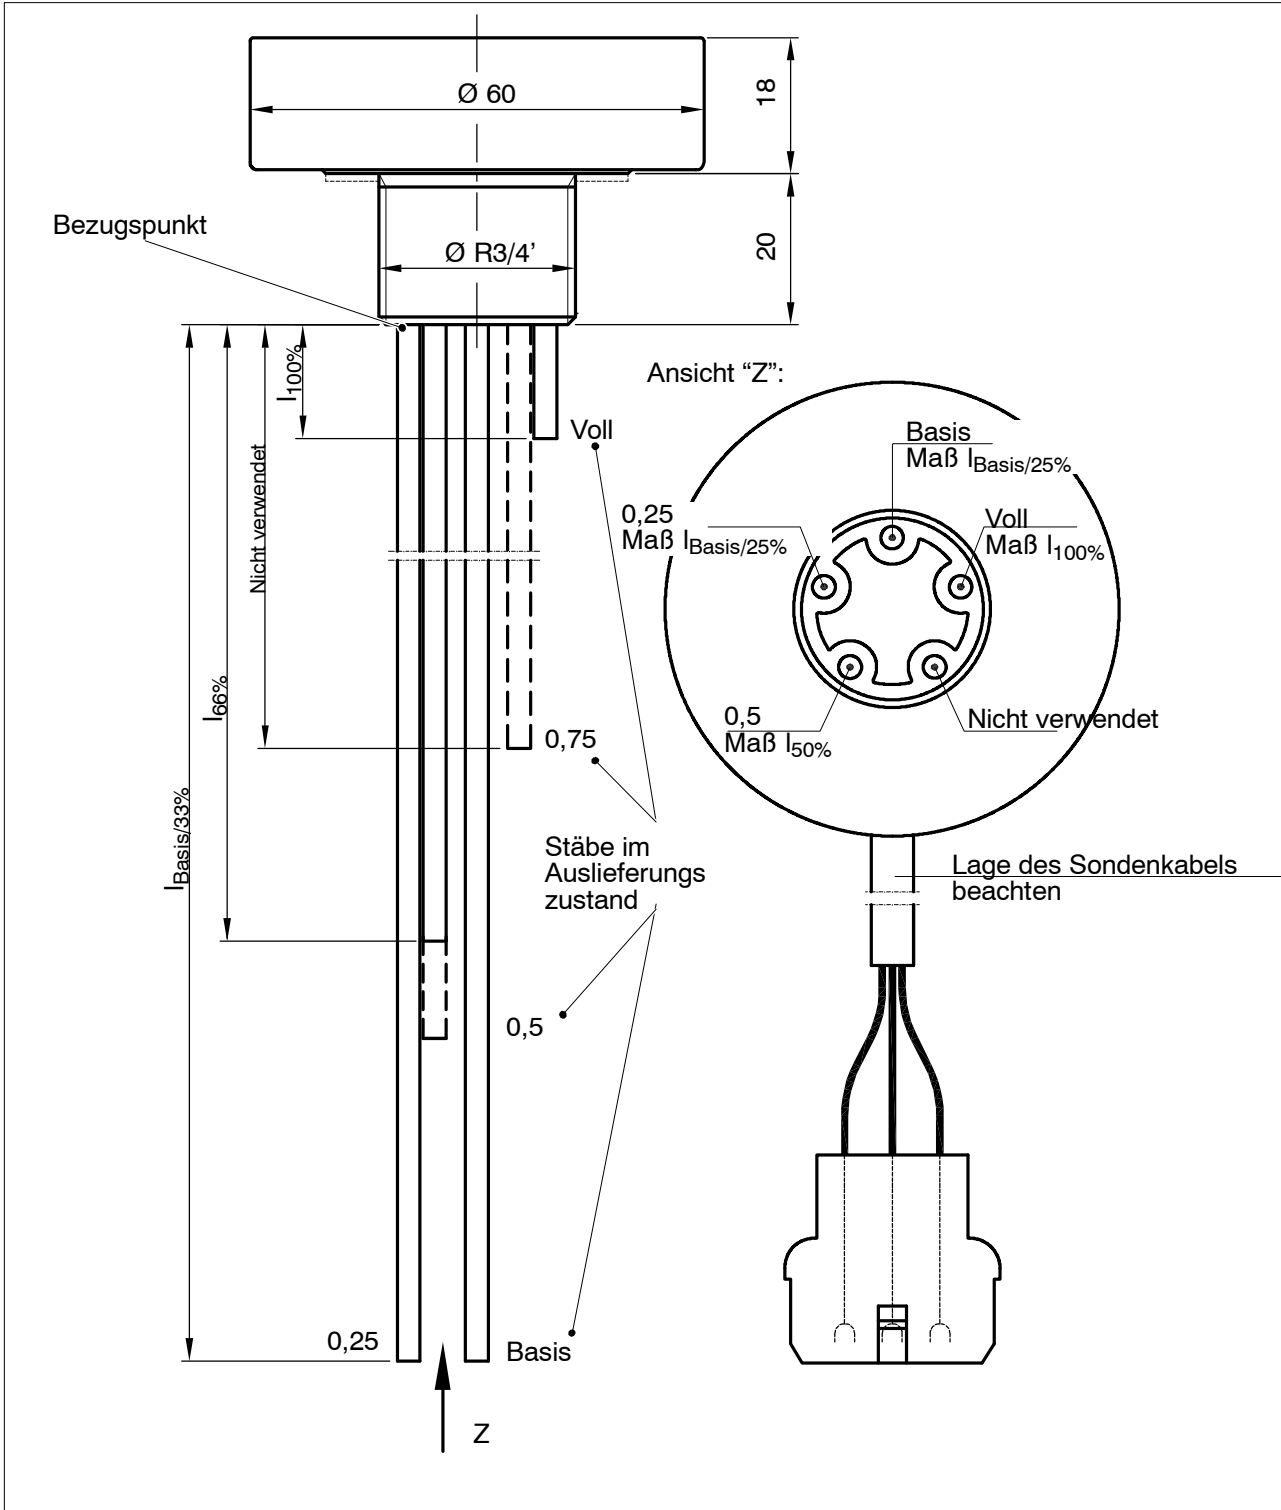

Bild 3 Tanksonde M400 bzw. M600 für die Messung in drei Stufen
2. Die errechneten Längen an den Sondenstäben markieren (z. B. mit einem Klebeband). Bezugspunkt ist hierbei die untere Fläche des Gehäuses (s. Abb. 3).